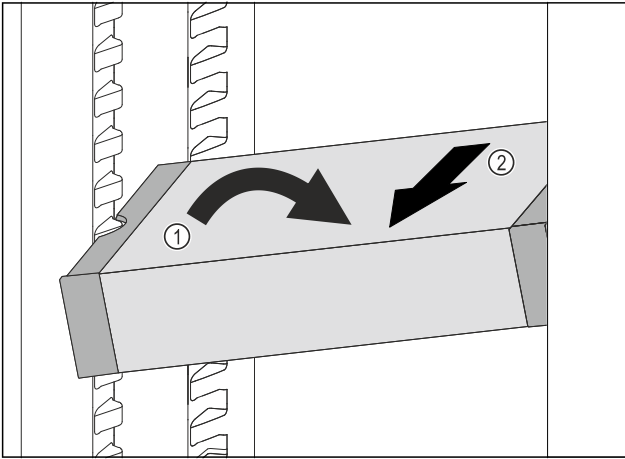

Fig. 152
- VarioSafe çekmecesini soğutma bölümünde eğik duruma getirin. Fig. 152 (1)
- VarioSafe çekmecesini öne doğru çekerek çıkarın. Fig. 152 (2)